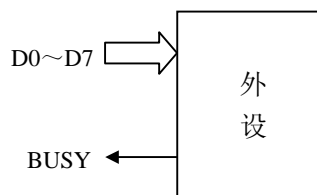

图 A.12 外设引线图
6. 某外设原理框图如图 A.12 所示，当 BUSY 为低电平时，表示外设可以接收数据，试通过 8255 将 BUF 缓冲器中的 100 个字节数据输出到外设，编写 8255A 的初始化程序及输出程序段（设 8255A 的地址分别用 P8255A、P8255B、P8255C、P8255D 表示）。